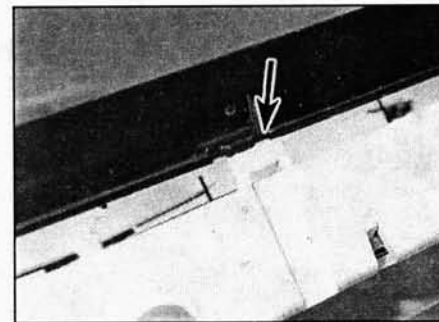

Рис. 11.2. Крепёжный захват крышки приборной панели
- 2 Отверните винты, крепящие крышку панели, затем подцепите захваты и снимите крышку (рис. 11.2).